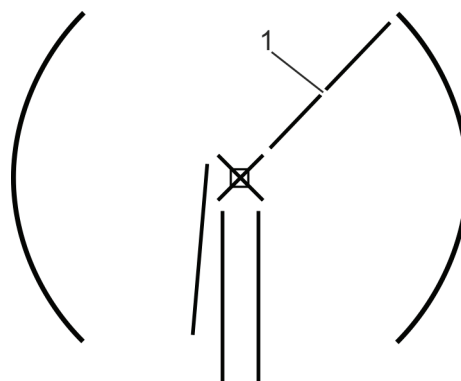

Рис. 58 Створки в исходном положении
- » Створка (рис. 58/1) находится в исходном положении.